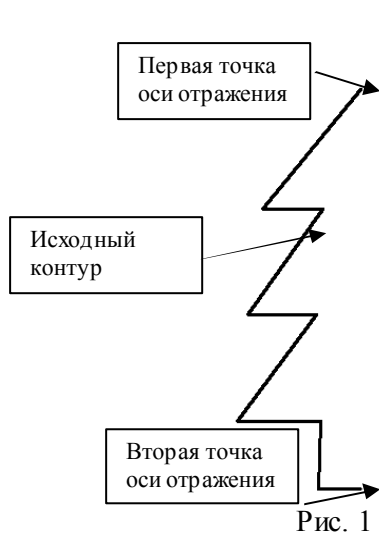

Рис. 1
4.1 Создать произвольный контур (см.рис.1)